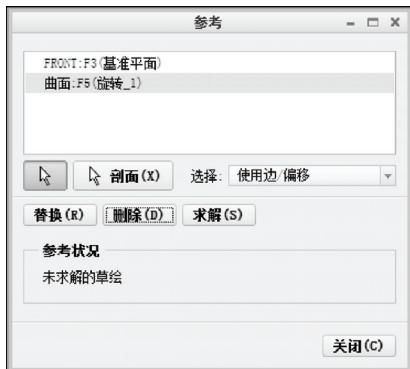

图 8-38 “参考”对话框
STEP 05 选择最上方的圆柱面，弹出“方向”菜单管理器，选择“确定”选项，弹出“草绘视图”菜单管理器，选择“默认”选项，进入草绘环境，并弹出“参考”对话框，在绘图区中选择合适的参考，如图 8-38 所示。